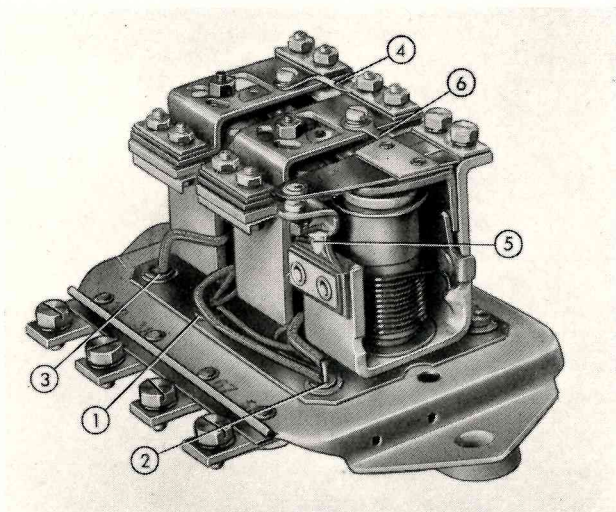
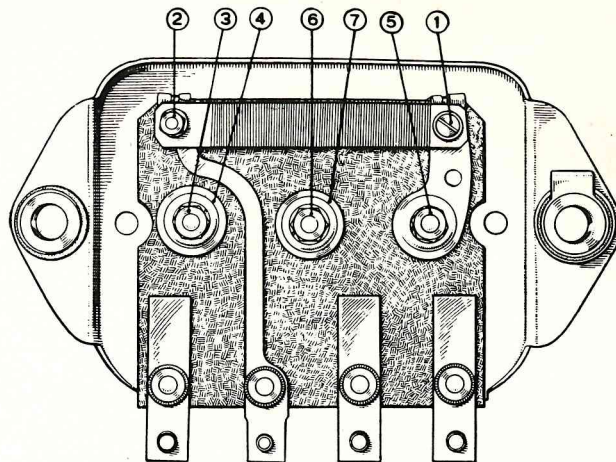
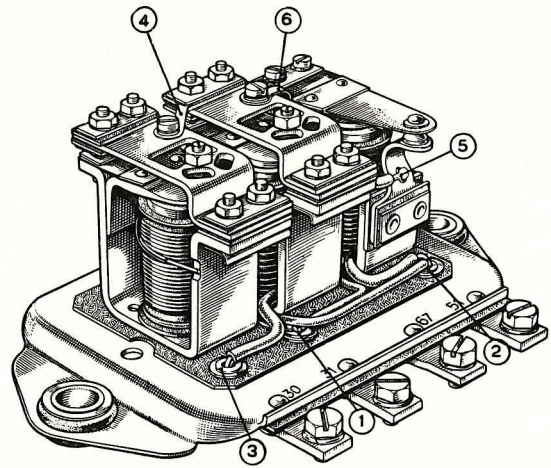

Fig. 218 - Gruppo di regolazione (oltre il n. 088918) visto dal lato interruttore di minima.
Fig. 225 - Vista inferiore del gruppo di regolazione.
Fig. 227 - Gruppo di regolazione (fino al n. 088917) (visto dal lato regolatore di tensione).
Il gruppo di regolazione **Fiat A/3-140/24** è costituito da tre elementi distinti: regolatore di tensione, limitatore di corrente ed interruttore di minima. Questi tre elementi (fig. 218), fissati su un basamento, sono chiusi ermeticamente da un coperchio, con interposta guarnizione, per preservarli dall'umidità, dalla polvere e dagli urti.
Nella fig. 219 è rappresentato il regolatore di tensione (il limitatore di corrente è esteriormente pressochè identico), mentre nella fig. 218 è rappresentato in primo piano l'interruttore di minima che differisce dai due precedenti per la posizione del contatto fisso, che è posto inferiormente a quello mobile portato dall'ancora.
Dal basamento, sul quale sono fissati i tre elementi, sporgono quattro morsetti numerati (fig. 218) ai quali vengono fissate le estremità dei cavi dell'impianto elettrico; nella parte inferiore dello stesso basamento è collocata la resistenza di regolazione (fig. 225).
- Dissaldare l'estremità avvolgimento in serie dal tubetto 2 del morsetto 51 (fig. 218).
- togliere dal basamento l'interruttore di minima, svitando il dado (3, fig. 225) e togliendo lo scodellino 4, con relativa rosetta elastica.
- Dissaldare l'estremità dell'avvolgimento in derivazione dal tubetto (1, fig. 218 e fig. 227) di fissaggio del morsetto 31;
- togliere dal basamento il regolatore di tensione svitando il dado (5, fig. 225) con relativa rosetta elastica.
- dissaldare l'estremità avvolgimento in serie dal sostegno contatto fisso (5, fig. 227) dell'interruttore di minima;
- togliere la vite e le rosette, piana ed elastica, che fissano la connessione (4, fig. 227) al sostegno contatto fisso del regolatore;
- togliere la vite e la rosetta elastica che fissano al sostegno per contatto fisso la connessione (6, fig. 227);
- togliere dal basamento il limitatore di corrente, svitando il dado 6 e togliendo lo scodellino 7 con la relativa rosetta elastica (fig. 225).
- Rimontare l'interruttore di minima rimettendo lo scodellino (4, fig. 225) con relativa rosetta elastica e riavvitando a fondo il dado 3 nella primitiva posizione. Controllare al termine del montaggio che la luce tra i contatti aperti a riposo sia di **mm 0,85 ÷ 0,70** e che la distanza fra il chiodo di rame dell'ancora e la testa del nucleo sia di **mm 0,55 ÷ 0,65**;
- preparare per la saldatura sul tubetto (**2**, fig. 218) della connessione **51**, l'estremità avvolgimento in serie del regolatore di tensione, l'estremità avvolgimento in serie dell'interruttore di minima e l'estremità avvolgimento derivato del limitatore di corrente e saldare accuratamente sul lato inferiore del basamento;
- riunire ed attorcigliare assieme le estremità degli avvolgimenti in derivazione dell'interruttore di minima, regolatore di tensione e limitatore di corrente da saldare al tubetto (**1**, fig. 218) del morsetto **31**. Introdurre la treccia così formata nel tubetto e saldare accuratamente sul lato inferiore del basamento;
- introdurre nel tubetto (**3**, fig. 227) della connessione **30** l'estremità avvolgimento serie del limitatore di corrente e saldare accuratamente sul lato inferiore del basamento;
- avvitare con vite e relative rosette, elastica e piana, sul sostegno contatto fisso del regolatore di tensione, la connessione **4** al corpo limitatore di corrente (fig. 227);